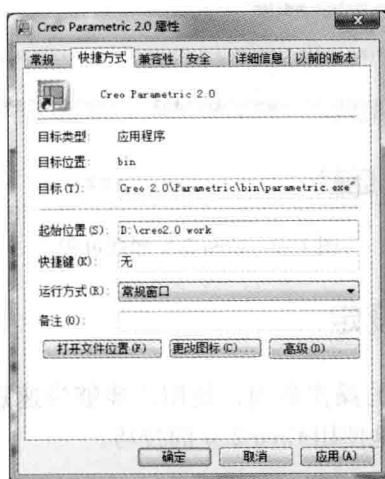

图 1-7 设置默认工作目录
- 1) 右击桌面上“Creo Parametric”图标，从弹出的快捷菜单中选择“属性”命令，进入如图 1-7 所示的“Creo Parametric 2.0 属性”对话框界面。
- 2) 在 D 盘新建文件夹“Creo2.0 work”，然后将“D:\Creo2.0 work”输入到图 1-7 所示的“起始位置”文本框中。